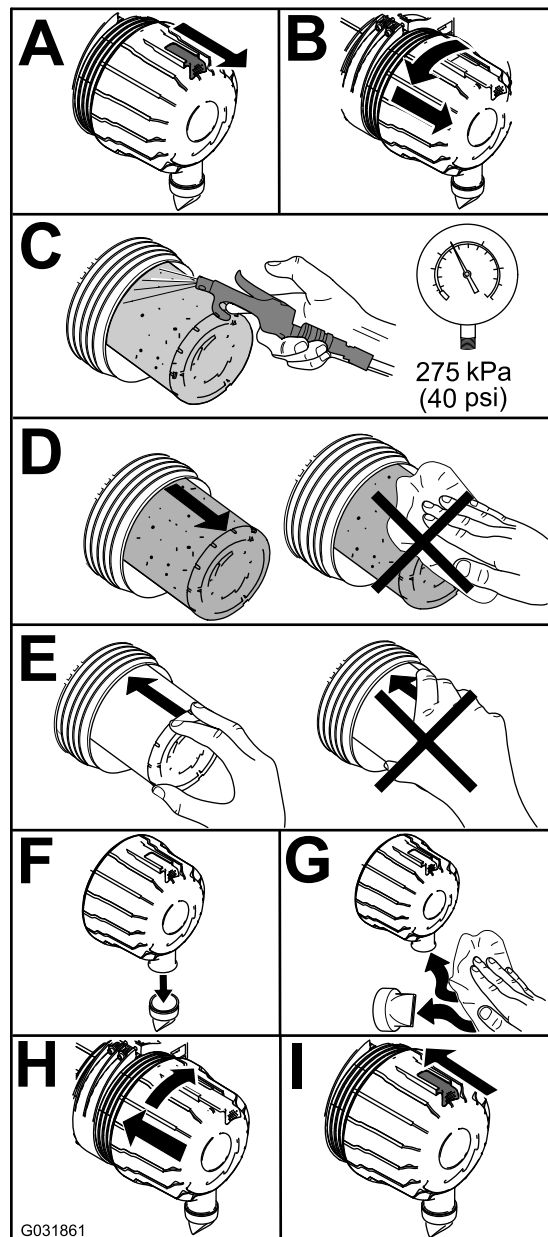

Bild 76
1. Tauschen Sie den Luftfilter aus (Bild 76).